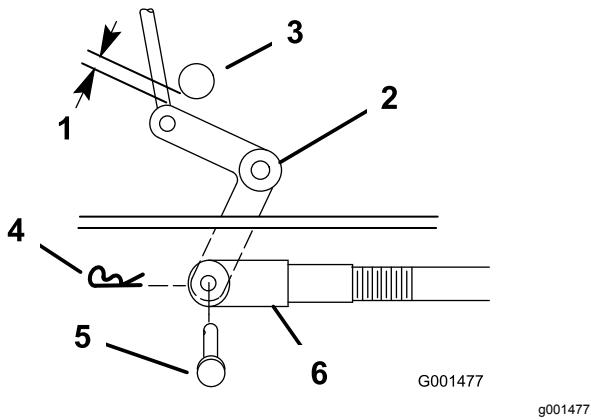
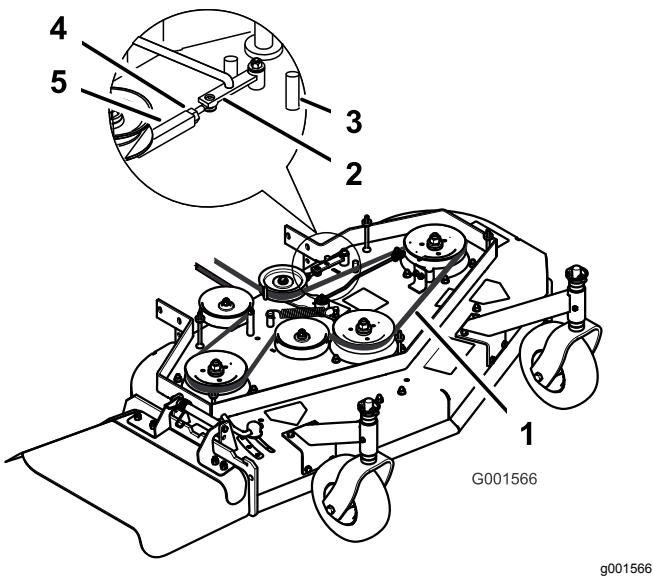

Figura 38
Figura 39
**Nota:** La tensión correcta de la correa del cortacésped es de 44 – 67 N·m (10 – 15 pies-libra) con la correa desviada 13 mm ( $\frac{1}{2}$ ") en el punto intermedio entre las poleas (Figura 39).
9. Compruebe la distancia entre la palanca acodada y el eje de salida de la transmisión (Figura 38).
10. Retire el pasador de horquilla y el pasador de seguridad de la palanca acodada (Figura 38).
11. Gire la horquilla en sentido horario para aumentar la distancia; gírela en sentido antihorario para reducirla (Figura 38).
**Nota:** Si el brazo auxiliar no entra en contacto con el tope delantero de la carcasa de corte (Figura 39), ajuste la horquilla para acercar la palanca acodada al eje de salida de la transmisión (Figura 38).